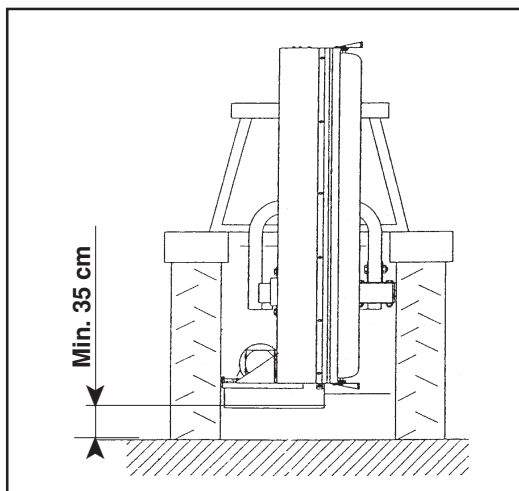

Fig. 11
Durante il trasporto ed ogni qualvolta si renda necessario il sollevamento, è opportuno che il gruppo di sollevamento della trattoria venga regolato in modo che la macchina stessa, in posizione verticale sia sollevata da terra di circa 35 cm (Fig. 11).
*During transport and whenever lifting is required, the lifting unit of the tractor should be regulated so that the machine is raised about 35 cm from the ground when in the vertical position (Fig. 11).*
Während des Transports und jedes Mal, wenn das Heben erforderlich wird, ist dafür zu sorgen, dass das Hubwerk des Traktors zu eingestellt wird, dass die Maschine selbst sich in der vertikalen Position circa 35 cm vom Boden abgehoben befindet (Abb. 11). Außerdem ist es erforderlich zu prüfen, dass alle Sperrvorrichtungen aktiviert worden sind, damit die Maschine unter maximaler Sicherheit arbeiten kann.
*Pendant le transport et chaque fois que le soulèvement est nécessaire, il est important que le groupe de relevage du tracteur soit réglé de manière à ce que la machine, dans la position verticale, soit soulevée du sol d'environ 35 cm (Fig. 11). Il est par ailleurs nécessaire de vérifier que tous les dispositifs de blocage soient activés pour que la machine soit dans la condition de sécurité maximale.*
Durante el transporte y cada vez que se haga necesaria la elevación, es conveniente regular el grupo de elevación del tractor en modo tal que la máquina misma, en posición vertical resulte elevada del terreno aproximadamente 35 cm (Fig. 11). Además es necesario controlar que todos los dispositivos de bloqueo estén activados para que la máquina esté en condiciones de máxima seguridad.